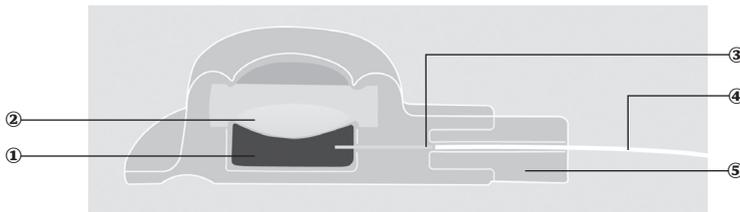

Abbildung 1: Darstellung des implantierbaren Ports für den Gefäßzugang.
Der implantierbare Port für den Gefäßzugang besteht aus einer Portkammer ①, einer Membran ② und einer Abgangsleitung ③, an die über einen röntgendichten Klick-Konnektor ⑤ ein Katheter ④ angeschlossen ist. Siehe Abbildung 1: Darstellung des implantierbaren Ports für den Gefäßzugang.